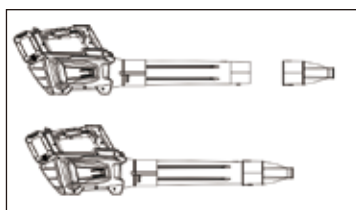

FIG. 5
- Tournez la buse plate jusqu'à ce que la flèche sur le dessus du tube de soufflage s'aligne avec la flèche sur la buse plate (Fig.5).